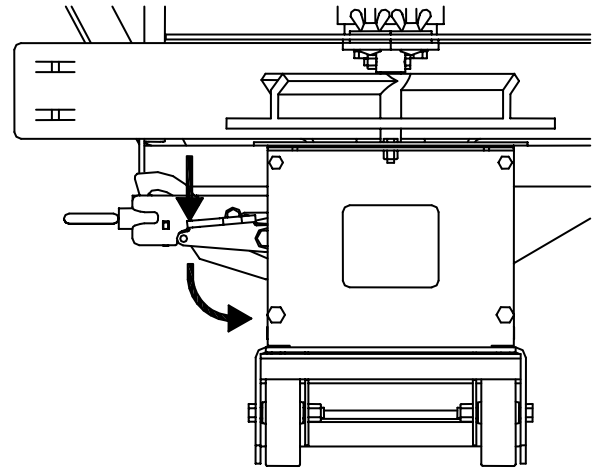

Bild 10. Hebel Drehung
4. Drehen Sie den Aufnahme Hebel gegen den Uhrzeigersinn auf die „AN“ Position. Siehe Bild 10.